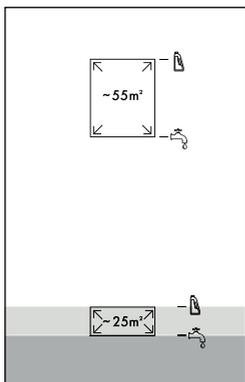

Fig. 8
- ◆ Pentru suprafețe mici  (până la 25 m²) umpleți rezervorul de apă curată **11** cu apă de la robinet sau cu apă distilată până la primul marcaj de nivel  (a se vedea fig. 8).
- ◆ Pentru suprafețe mici  (până la 25 m²) umpleți rezervorul de apă curată **11** cu substanțe de curățare până la al doilea marcaj de nivel  (a se vedea fig. 8).